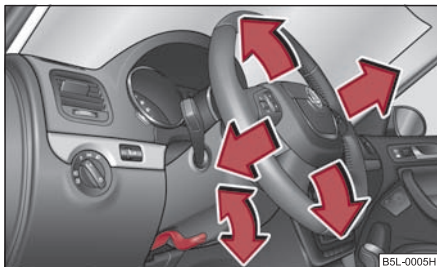

Fig. 142 Volante regulable:
- Gire la palanca situada bajo la columna de dirección $\Rightarrow$ fig. 142 hacia abajo $\Rightarrow$ .